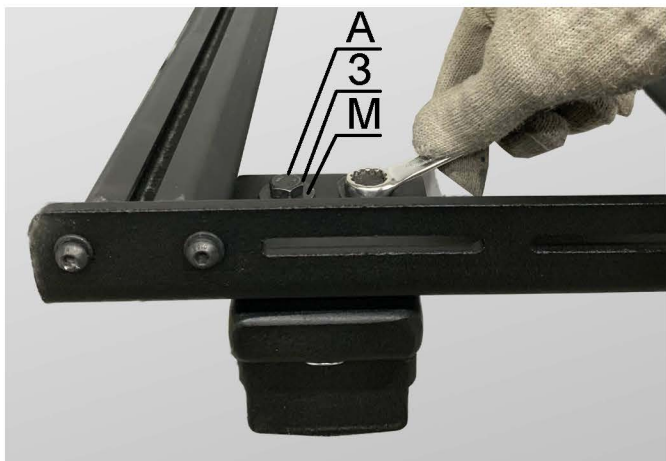
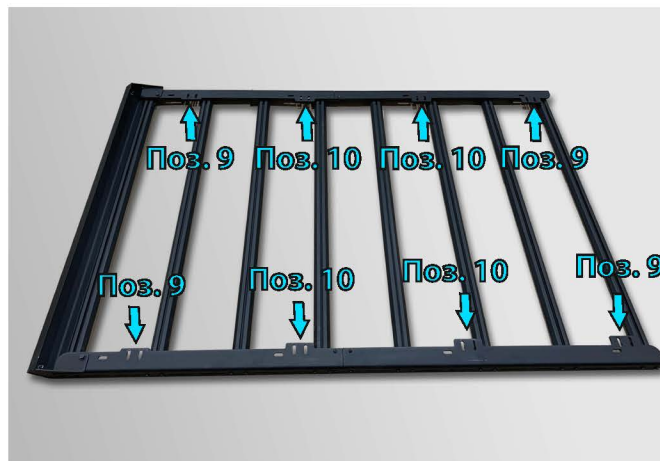

Рис. 9
Рис. 10
7. Установите Опоры угловые (Поз.9) и Опоры центральные (Поз. 10), используя Болты 8x25 (Поз. А), Шайбы 8 гровер (Поз.3) и Шайбы 8 увеличенные (Поз. М), как показано на Рис. 9., в позиции укащенные на Рис. 10.